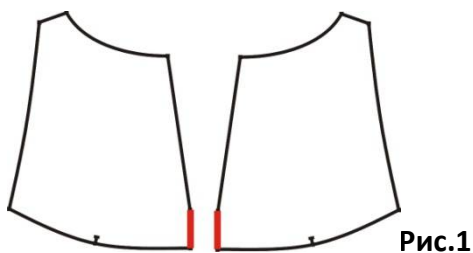

Рис.1
1. Соедините две детали верхней части полочки по короткому среднему срезу (показан красным цветом на **рис.1**). Разутюжьте шов стачивания.
16. Соедините все детали обтачек по поперечным срезам: две обтачки горловины полочки соединяют друг с другом по среднему шву (аналогичному тому, который показан красным цветом на самой детали полочки на рис.1), и с обтачками спинки по плечевым швам. Все швы разутюживают. Открытый срез обтачки (который не будет соединен с изделием) обметывают.